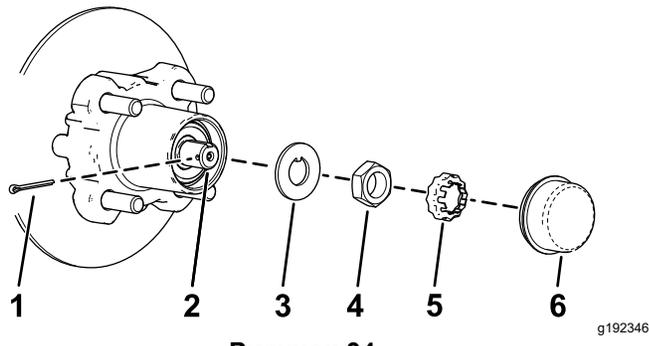
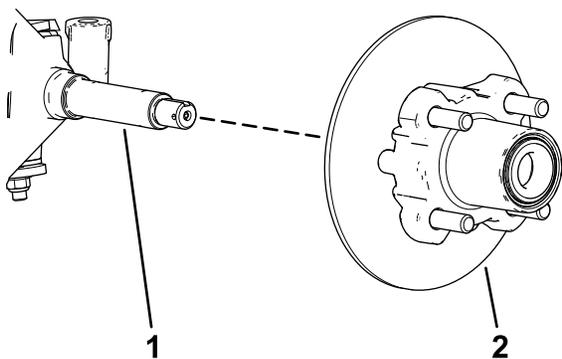

Рисунок 34
Рисунок 35
4. Снимите пылезащитную крышку со ступицы (Рисунок 34).
5. Снимите шплинт и держатель гайки с оси и гайки оси (Рисунок 34).
6. Снимите гайку оси с оси и отделите ступицу и тормозной диск в сборе от оси (Рисунок 34 и Рисунок 35).